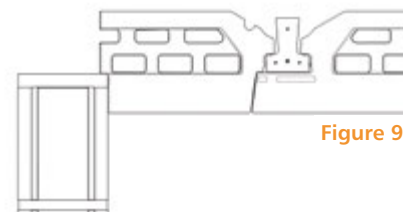

Figure 9
- Après découpe dans la longueur, découper dans la partie inférieure, de manière à obtenir une profondeur d'appui d'au moins 2cm (Figure 9)